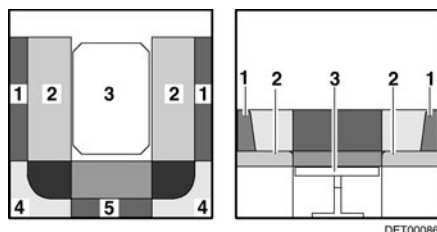

Fig. 66 Pendant la transformation
- Tirer les coussins d'assise (Fig. 66,2) vers le centre.
- Placer les coussins de dossier (Fig. 66,1) entre les coussins d'assise et la paroi extérieure.
- Retirer les coussins de dossier (Fig. 66,4 et 5) et les placer de côté.